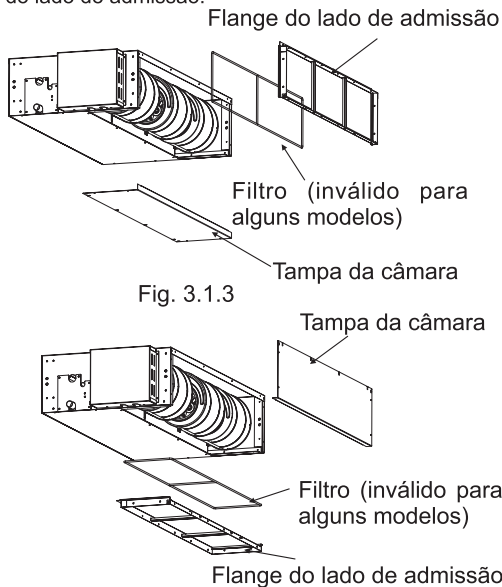

Fig. 3.1.4
- (2) Volte a ligar a tampa da câmara retirada na orientação mostrada na FIG, religue o flange do lado de admissão retirada na orientação mostrada na Fig. 3.1.3, consulte a Fig. 3.1.4 para a direção do flange do lado de admissão.